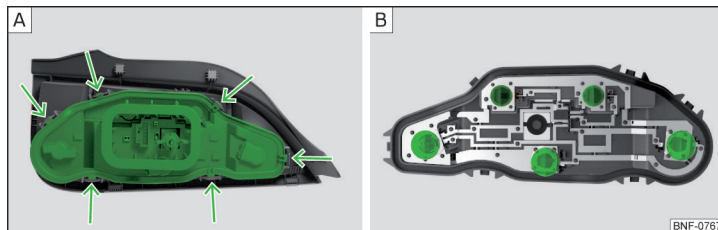

Fig. 182 Inderste dele af lygten
- › Tryk på låsetapperne på pæreholderen » Fig. 182 – , og tag holderen ud af lygten.
- › Drej den pågældende pære helt **mod** uret, og tag den ud af holderen » Fig. 182 – .